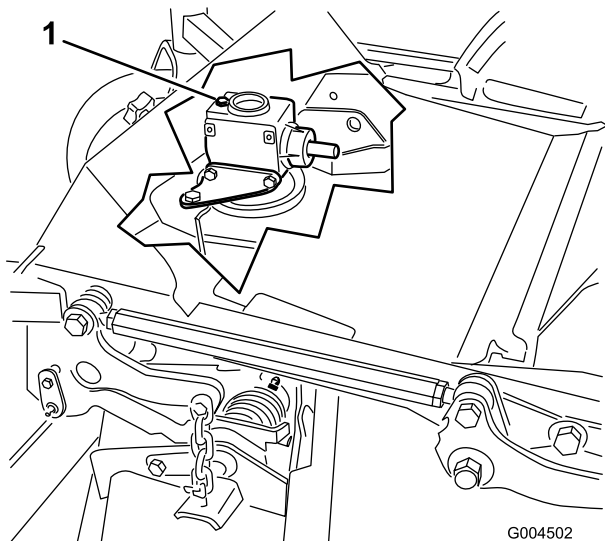

Figure 44
6. Retirez la jauge/le bouchon de remplissage du haut du réducteur (Figure 44) et vérifiez que le niveau de lubrifiant se situe entre les repères de la jauge.
6. Retirez la jauge/le bouchon de remplissage du haut du boîtier d'engrenages (Figure 44).